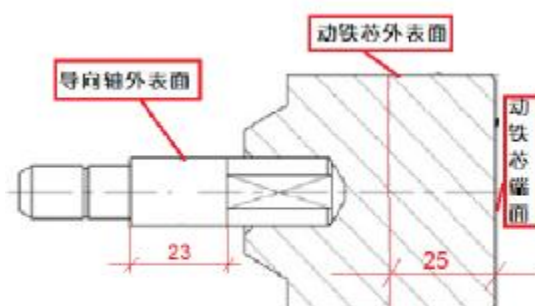

图6 动铁芯组件示意图
- a 检查导向轴外表面（图 6）是否有油污和锈蚀粉尘及锈蚀痕迹。用抹布擦净。用细砂纸（600 目以上）打磨。表面均匀薄薄涂一层二硫化钼润滑脂，不得流挂。